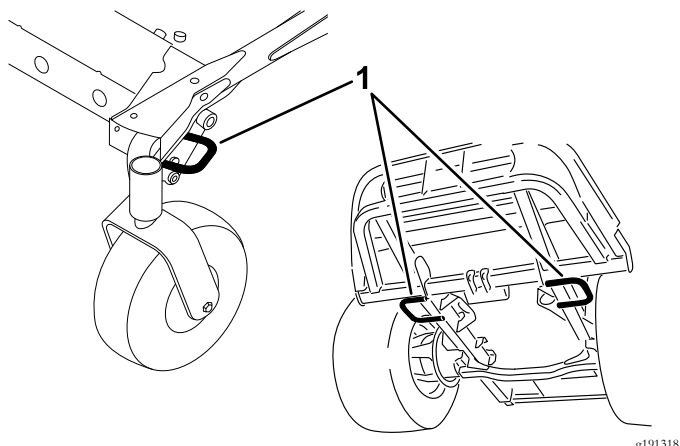

Bild 29
5. Verwenden Sie die Vergurtungsstellen, um die Maschine mit Riemen, Ketten, Kabeln oder Seilen am Anhänger oder Pritschenwagen zu befestigen (Bild 29).